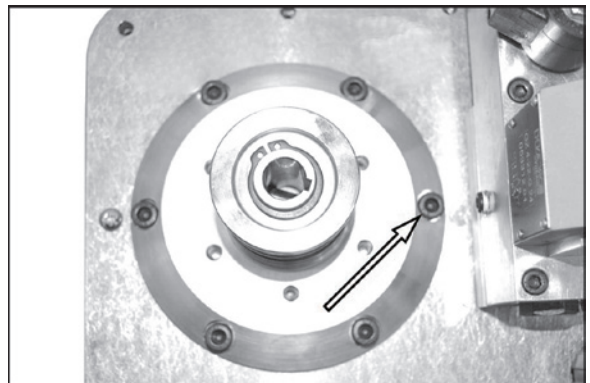

Рис. 73.
4. См. рис. 73. Снимите 6 шт. болтов и переходник.